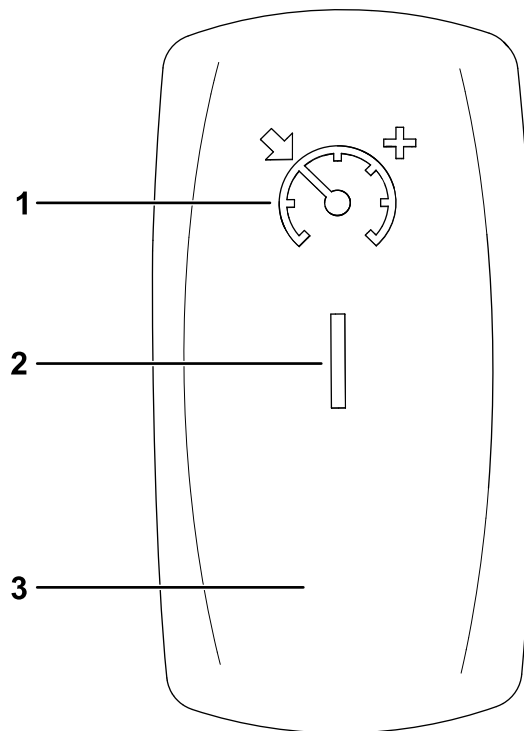

Figura 71
1. Spostate l'interruttore del controllo della trazione in posizione di ACCENSIONE (Figura 71).
2. Una volta raggiunta la velocità di guida desiderata, premete l'interruttore di controllo della trazione verso l'alto per attivare/impostare il controllo della trazione (Figura 71).
Per aumentare la velocità del controllo della trazione, premete l'interruttore verso l'alto fino a raggiungere la velocità desiderata (Figura 71).
Per disattivare il controllo della trazione, premete il pulsante verso il basso, in posizione di SPEGNIMENTO (Figura 71).